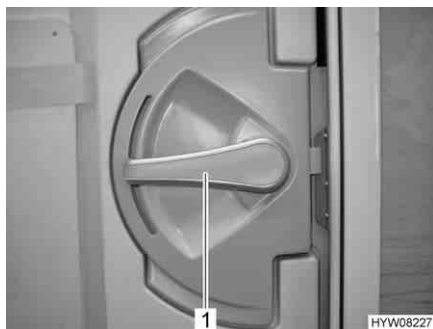

Fig. 31 Serrure de la porte cellule, à l'intérieur
- Ouvrir :* ■ Appuyer sur la poignée de la porte (Fig. 31,1) vers le bas.
- Verrouiller :* ■ Tourner la poignée de la porte (Fig. 31,1) d'env. 45° vers le haut et la laisser dans cette position.